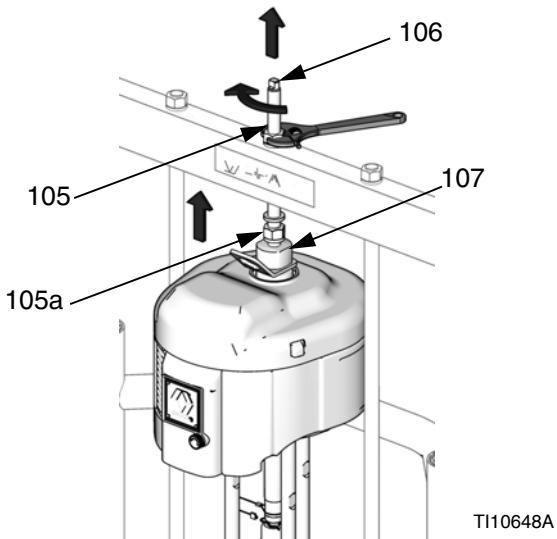

Рис. 21
гайку (105) на верхнем конце штока плунжера и поднимите пневмодвигатель. См. Рис. 21, стр. 20. Навинтите гайку (105) вверх и затяните ее под штоком плунжера. Г'Затяните гайку (105) под поперечиной до момента не более 25 футо-фунтов (34 Н•м).